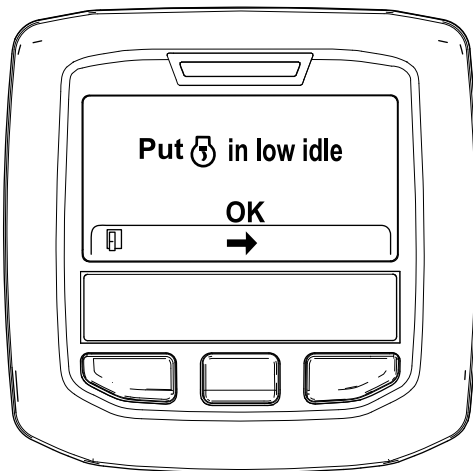

Bild 49
6. Stellen Sie die Gasbedienung in die NIEDRIGE LEERLAUF-Stellung und drücken Sie die mittlere Taste (Bild 49).